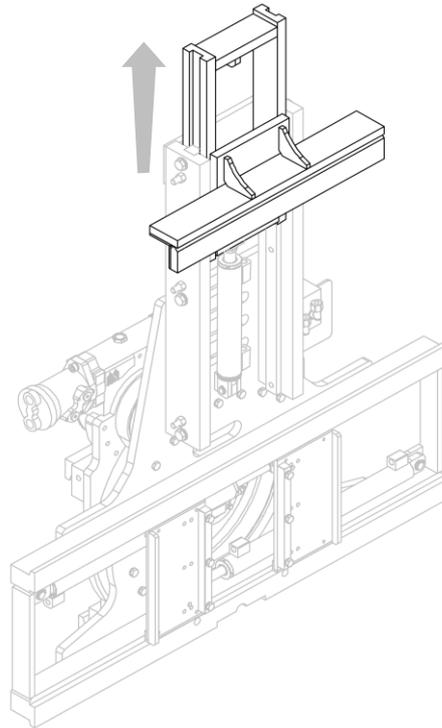

Abbildung 29
3. Bauen Sie die bewegliche Konstruktion aus (siehe *Abbildung 29*).